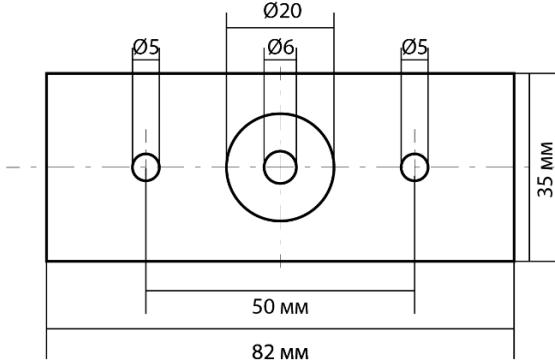

Рис. 1 Основание светильника
- Затем, используя основание светильника (Рис. 1), просверлите в монтажной поверхности два отверстия и вставьте в отверстия пластиковые дюбели. Закрепите основание светильника на монтажной поверхности при помощи двух саморезов.